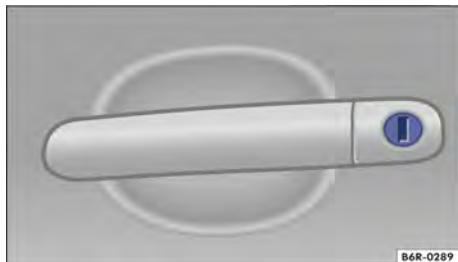

Fig. 45 Maçaneta da porta do condutor com cilindro da fechadura.
- Introduzir a haste da chave no cilindro da fechadura e destravar ou travar o veículo → Fig. 45. <